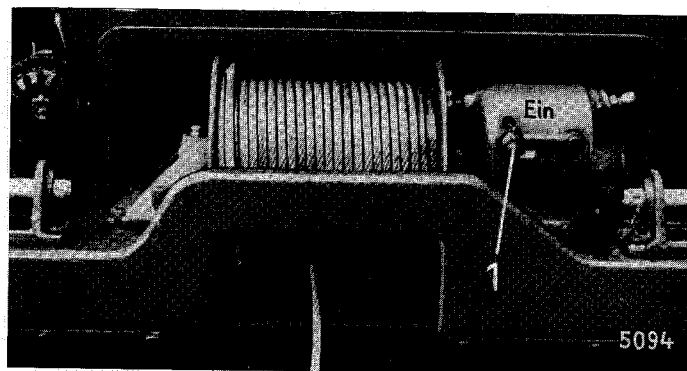

Fig. 7 Vue du treuil
- Pour dérouler le câble, le levier d'entraînement du tambour 1 (Fig. 7) sera laissé dans la position déclenchée. La longueur nécessaire de câble peut alors être tiré à main, le tambour restant freiné.
- Enclencher le levier 1 (Fig. 7) de l'entraînement du tambour; par celà l'embrayage à griffes est enclenché et le frein du tambour déclenché.